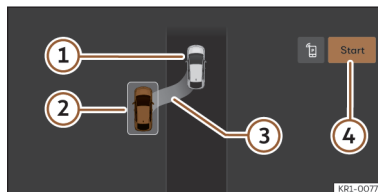
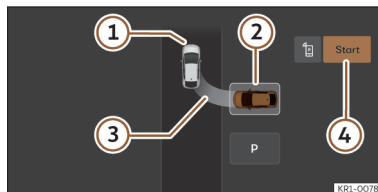

Fig. 138 No ecrã do sistema infotainment: posição para estacionar em linha.
Fig. 139 No ecrã do sistema infotainment: posição para estacionar em espinha.
>>> **Fig. 138**, >>> **Fig. 139**
- ① Próprio veículo
- ② Lugar de estacionamento detetado
- ③ Indicação da manobra proposta para estacionar
- ④ Iniciar a manobra de estacionamento
- Observe na visualização do ecrã do sistema infotainment se se detetou o lugar como «apropriado» e se atingiu a posição correta para estacionar >>> **Fig. 138**, >>> **Fig. 139**. Pare o veículo, siga as instruções apresentadas no infotainment.
- Pare o veículo, carregue no travão e, após uma breve pausa, pressione a tecla **Iniciar** ④ no sistema infotainment.